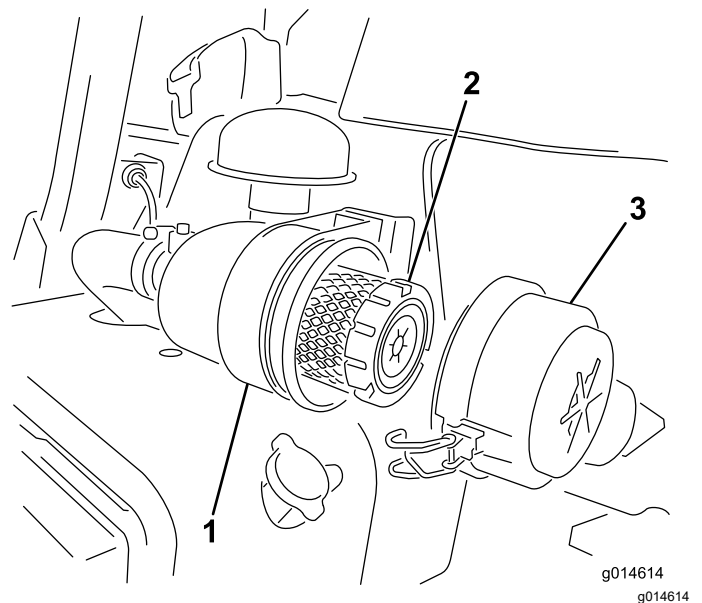

Bild 29
1. Lösen Sie die Riegel, mit denen die Abdeckung des Luftfilters am Luftfiltergehäuse befestigt ist (Bild 29).
7. Befestigen Sie die Laschen (Bild 29).